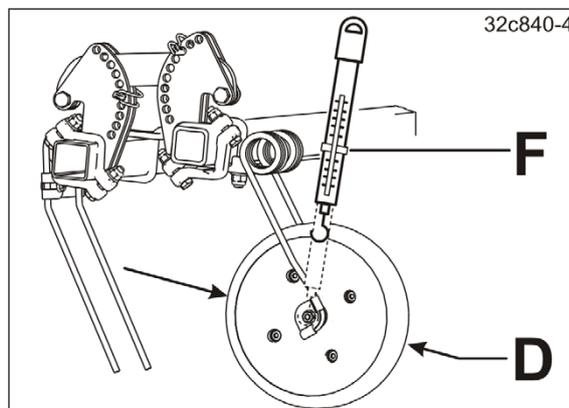

図 144
6. ローラーの圧力をばねばかり (図 144 を参照) などで確認します。